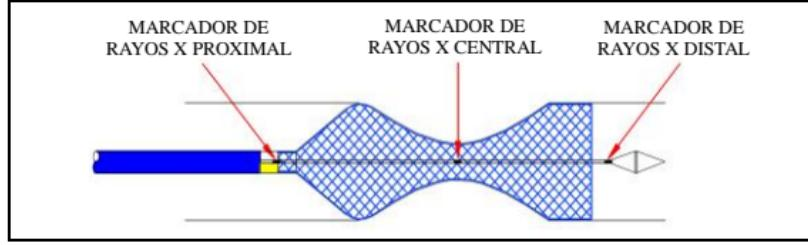

**Figura 4**
- Cuando el marcador de rayos X central alcance el centro del estrechamiento a tratar, continúe tirando el conector hacia atrás hasta que el stent se haya desplegado por completo. (Observe la figura 4, 5)
- Cuando el marcador de rayos X central alcance el centro del estrechamiento a tratar, continúe tirando el conector hacia adelante hasta que el stent se haya desplegado por completo. (Observe la figura 4, 6)